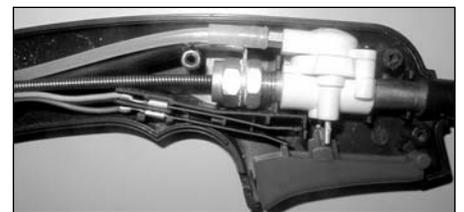

Figura 5
8. Coloque el ensamblaje de cuello de cisne/válvula dentro del mango del soplete, asegurándose de que los alambres estén ubicados correctamente (vea la figura 5). Vuelva a armar el mango del soplete con los cinco tornillos.